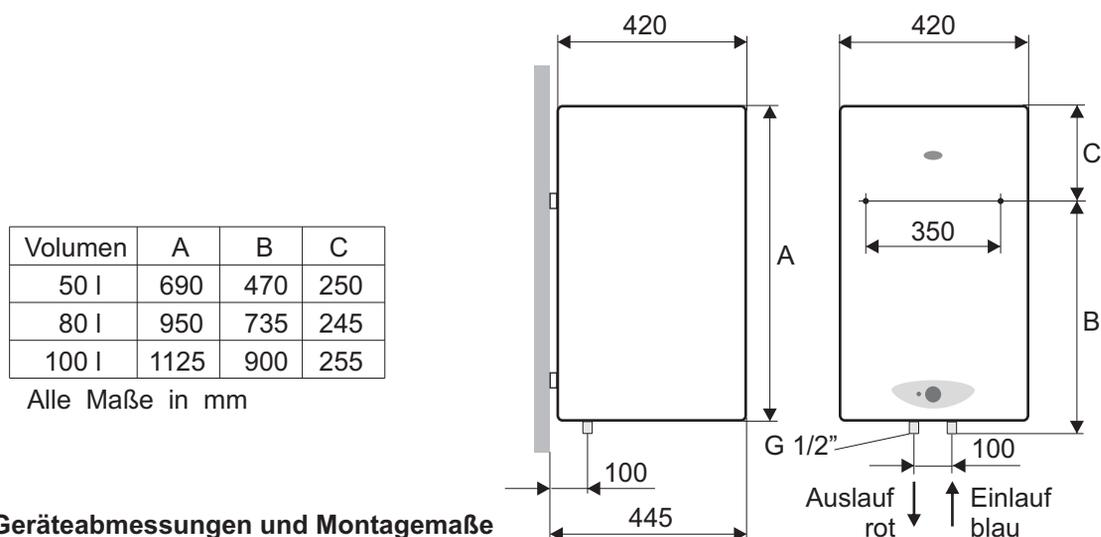

Bild 1: Geräteabmessungen und Montagemaße
- Die Geräteabmessungen und die Montagemaße für das Gerät entnehmen Sie bitte aus dem **Bild 1**.